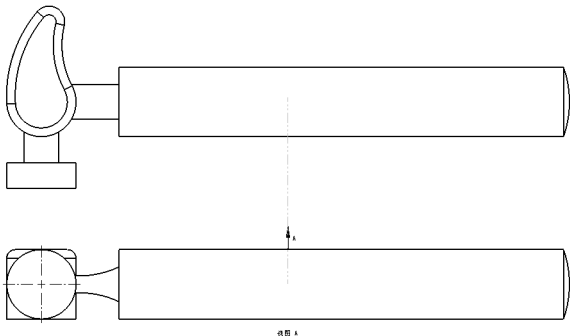

图 11-23 创建辅助视图效果
(4) 至合适位置后，单击鼠标左键，并单击【确定】按钮, 即可创建辅助视图，效果如图 11-23 所示。